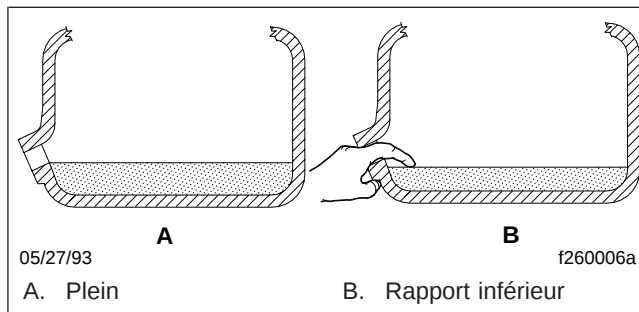

Fig. 1, Vérification du niveau du liquide de la transmission
7. Rajoutez du liquide jusqu'au bord inférieur de l'orifice de remplissage. Voir la **figure 1**. Si la boîte de vitesses dispose de deux orifices de remplissage, ajoutez du liquide jusqu'au niveau des deux orifices. Voir le **tableau 1** pour les lubrifiants de transmission approuvés. Voir le **tableau 2** pour les capacités de lubrifiant de transmission Eaton Fuller.